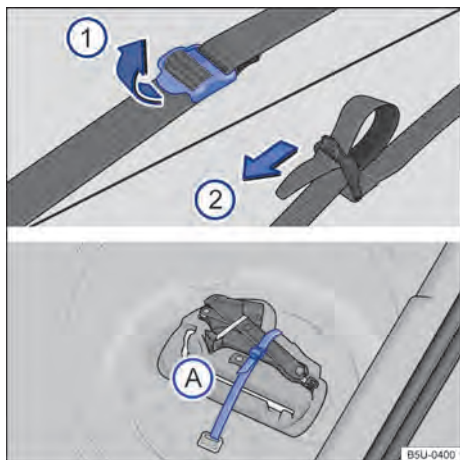

Fig. 144 No compartimento de bagagem: cinta de fixação da caixa de ferramentas e caixa de ferramentas de bordo.
Para soltar a cinta de fixação → Fig. 144 (A), puxar a fivela no sentido da seta (1).